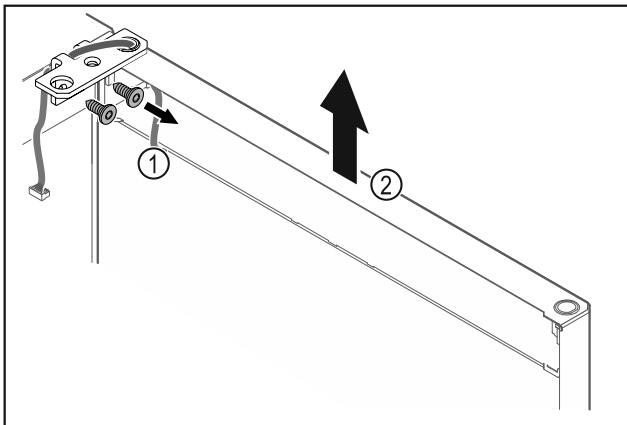

Fig. 14
- ▶ Scharnierwinkel Fig. 14 (1) abschrauben.
- ▶ Tür inklusive Scharnierwinkel Fig. 14 (2) circa 200 mm gerade nach oben heben und abnehmen.